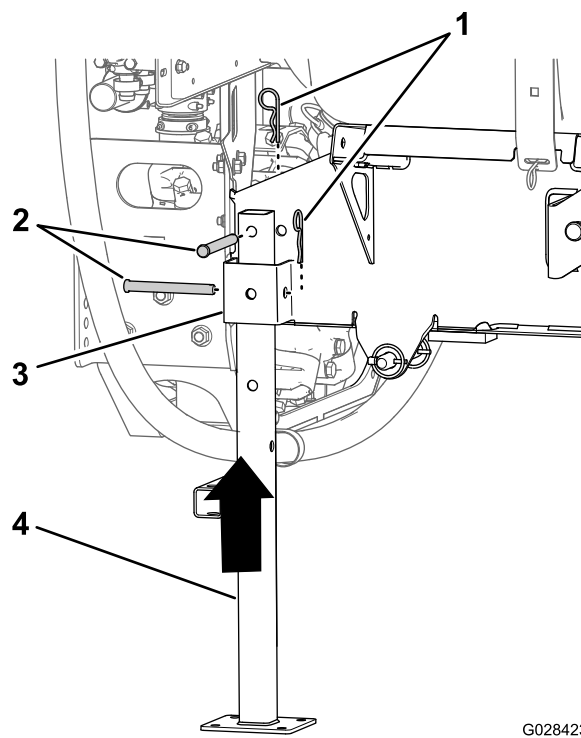

図 106
5. 後用のジャッキスタンドを、後部のジャッキスタンド受けに合わせる 図 106。
6. ジャッキスタンド上部の穴を、タンクスキッドのフレームの穴に合わせる 図 106。
7. ジャッキスタンドをスタンド受けとフレームに固定するクレビスピン $\frac{1}{2}$ x $4\frac{1}{2}$ "2本、ヘアピン $\frac{5}{32}$ x $2\frac{5}{8}$ "2本を使用して 図 106のように取り付ける。